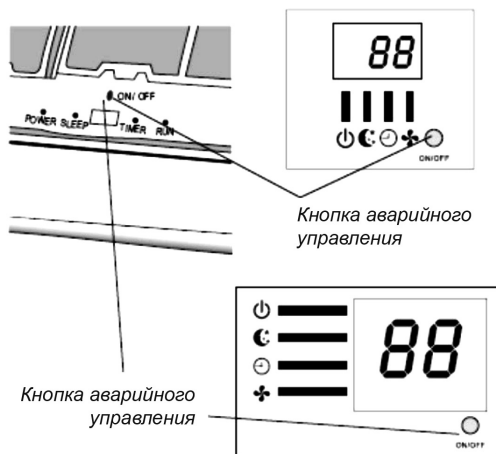

Рис. 5.5
В случае выхода из строя или утери дистанционного пульта управление возможно при помощи кнопки аварийного управления (рис. 5.5):
- 2) Удерживая кнопку аварийного управления, подключите кондиционер к электросети (рис. 5.5).